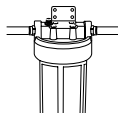

Figure 7
8. Fixez le support à la tête du filtre avec quatre vis cruciformes comprises (voir Figure 7). Fixez le support au mur avec les quatre vis cruciformes comprises. Si vous voulez pré-percer les trous, le support peut être utilisé comme gabarit pour le marquage de l'emplacement des trous.